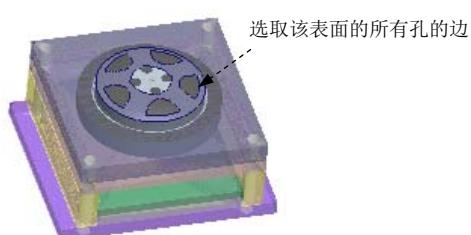

图 30.34 复制曲面
Step3. 复制曲面。在屏幕右下方的“智能选取栏”中选择“几何”选项。按住 Ctrl 键，选取图 30.34 所示的表面；单击 **模型** 功能选项卡 **操作** 区域中的“复制”按钮 ，然后单击 **模型** 功能选项卡 **操作** 区域中的“粘贴”按钮 。单击 **选项** 选项卡，选中 **排除曲面并填充孔** 选项，选取图 30.34 所示的表面中孔的边线，然后在“曲面：复制”操控板中单击 按钮。